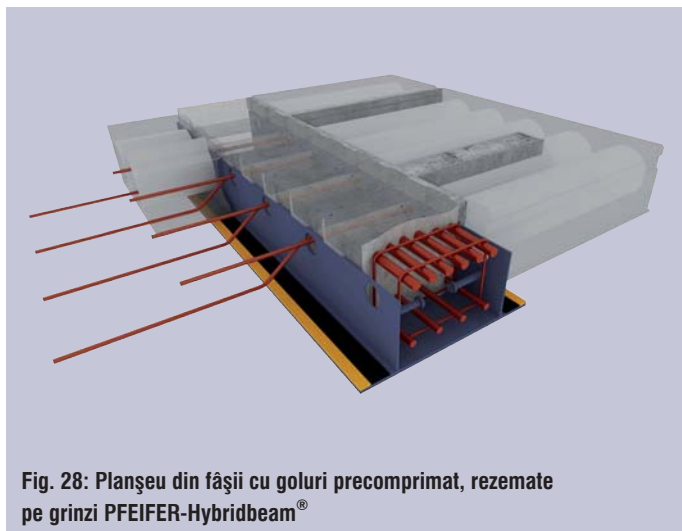

Fig. 28: Planșeu din fâșii cu goluri precomprimat, rezemate pe grinzii PFEIFER-Hybridbeam®
1. În mod normal, grinzile PFEIFER Hybridbeam nu necesită sprijiniri suplimentare pe durata de montaj a planșeului. Atunci când deschiderea grinzii depășește 12,00m se recomandă verificarea unei sprijiniri auxiliare în zonele de rezemare (fig. 28).